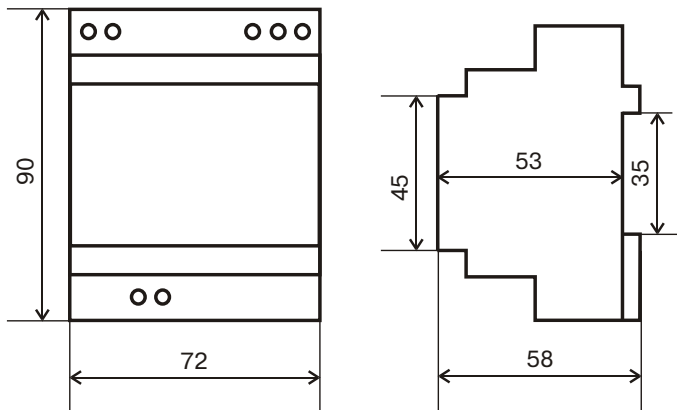

Рис.1 Габаритные и установочные размеры
2.7. Габаритные и установочные размеры терморегулятора приведены на Рис.1.